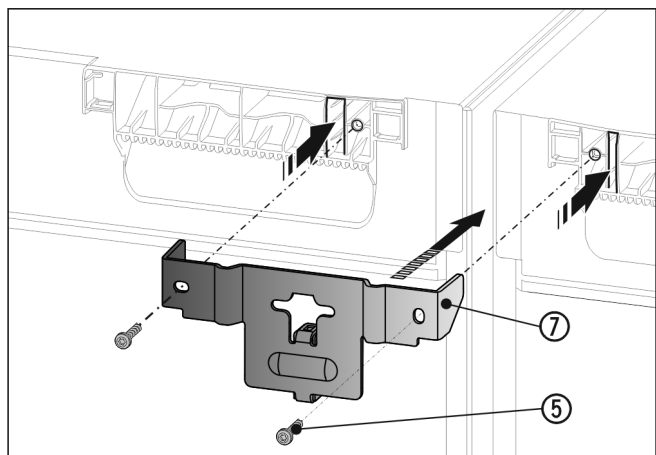

Fig. 18
- ▶ Hoekstuk Fig. 18 (7) met het afstandsstuk tussen de apparaten en met de lussen in de bovenkant van het apparaat schuiven. Met 2 schroeven Fig. 18 (5) vastschroeven.